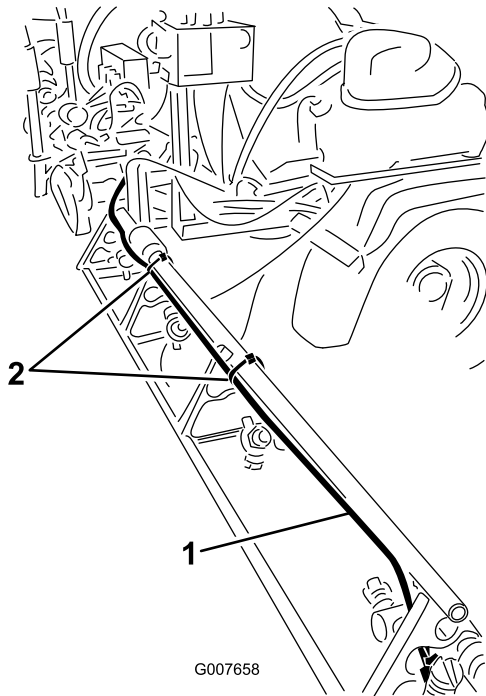

Figura 9
- A. Na rampa direita, instale o tubo de espuma ao longo do lado traseiro do pólo do suporte superior (Figura 9).